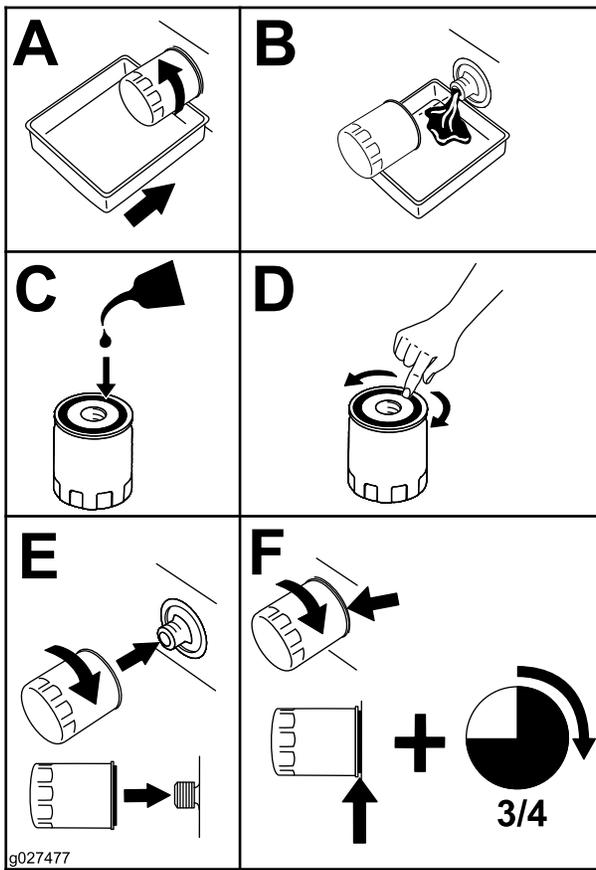

Figura 38
5. Cambie el filtro de aceite del motor (Figura 38).